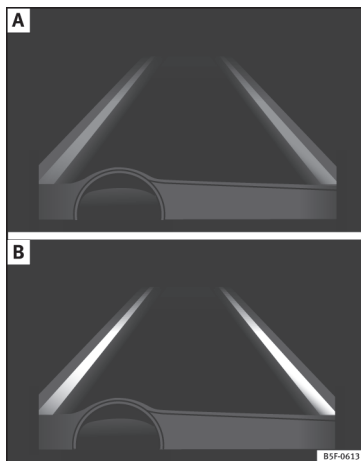

Fig. 203 Sur l'écran du combiné d'instruments : indication sur l'écran de l'assistant de maintien de voie (exemple 1).
- L'assistant est activé, mais indisponible car la vitesse minimale n'a pas été atteinte ou car il ne reconnaît pas les lignes des voies » **fig. 203 A**.
- L'assistant est activé et disponible, il reconnaît les deux lignes de la voie. Il n'est pas en train de corriger la trajectoire » **fig. 203 B**.